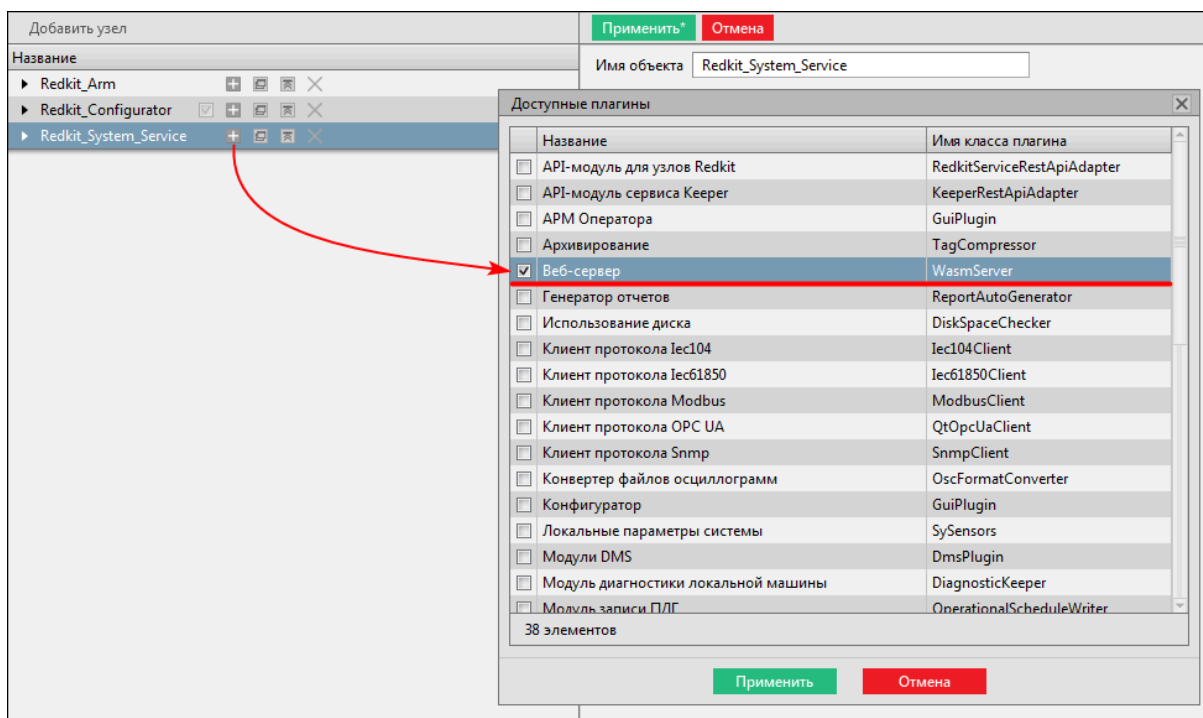

Рисунок 508 - Модуль «Веб-сервер»
4. У узла *Redkit_System_Service* нажмите на **+** и выберите модуль **Веб-сервер** (Рисунок 508).